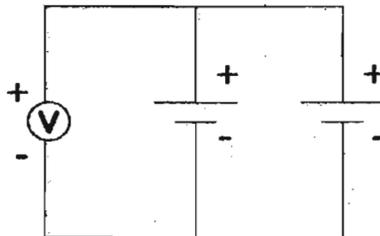

Figura 3.23.
l) Conecte dos pilas en paralelo según se muestra en la figura 3.23, mida y anote en la tabla 3.22 el voltaje total entre terminales y a continuación repita lo mismo con 3 y 4 pilas.